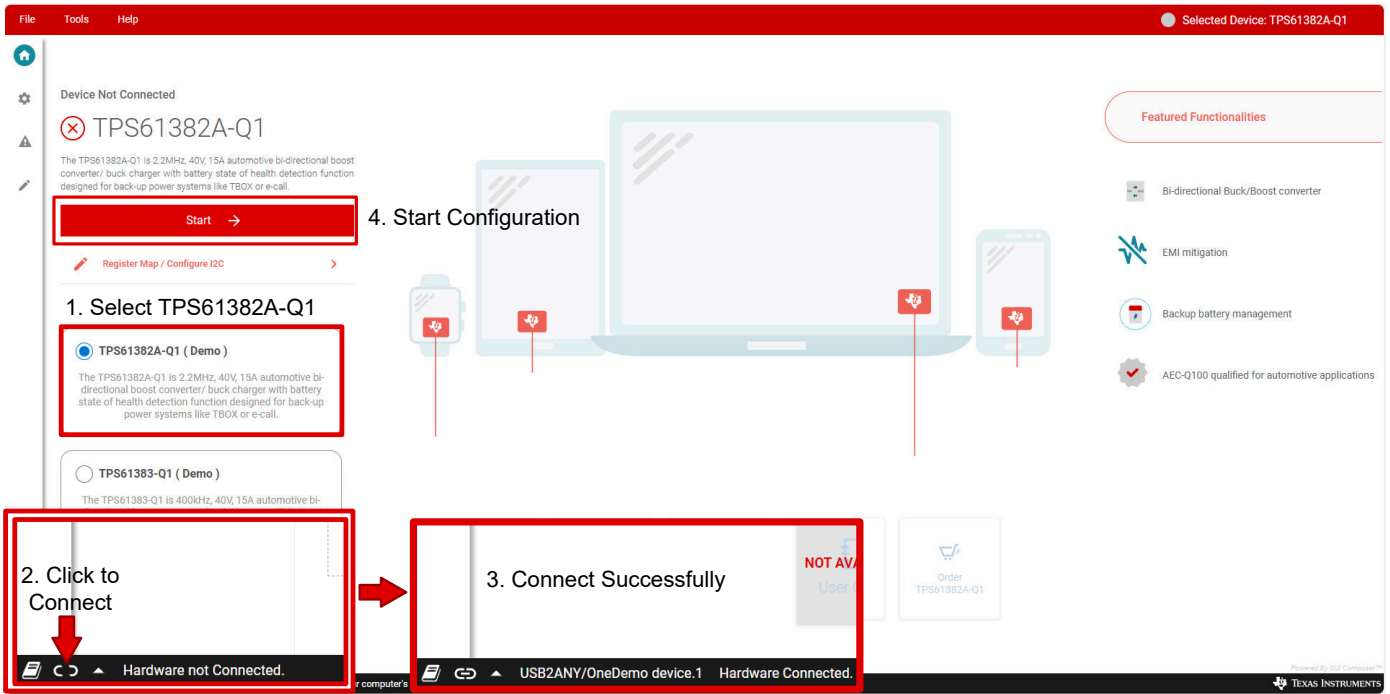

图 3-2. GUI 连接和启动
3. 单击底部栏上的连接按钮，如图 3-2 所示。GUI 和器件连接后，GUI 读取所有寄存器，并显示一条通知。